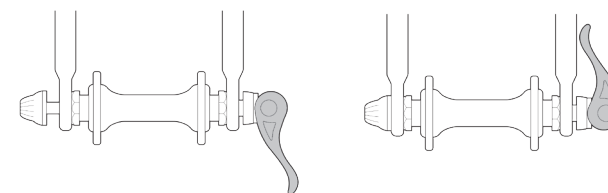
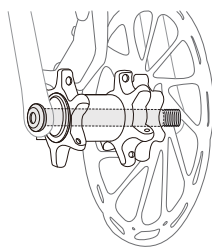

Figure 5
Figure 8
Il existe plusieurs méthodes différentes pour fixer les roues au cadre : la méthode traditionnelle qui s'appliquait encore sur les vélos à freins sur jante (voir Figure 5), la broche à dégageur rapide (QR). Peut être trouvée sur les vélos de banlieue ou de style de vie (voir Figure 6), la brochette et l'écrou d'essieu (voir Figure 7). La méthode moderne sur la plupart des vélos à freins à disque (voir Figure 8), axe traversant.